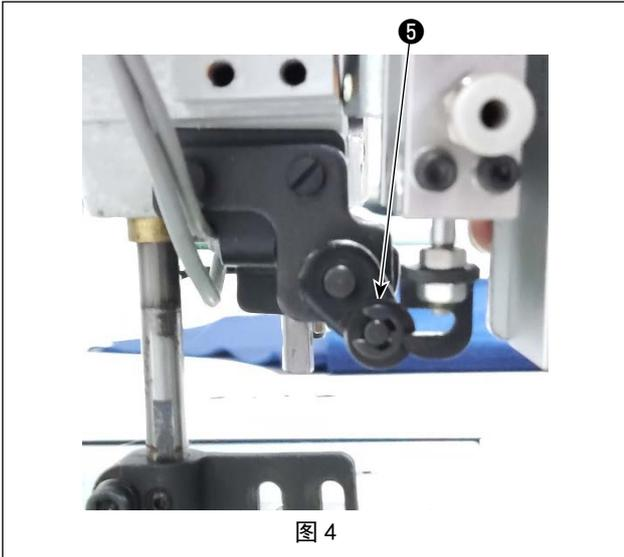

图 4
将图 4 的拉线气缸零部件的拉线挂钩⑤固定到图 5 的位置上。